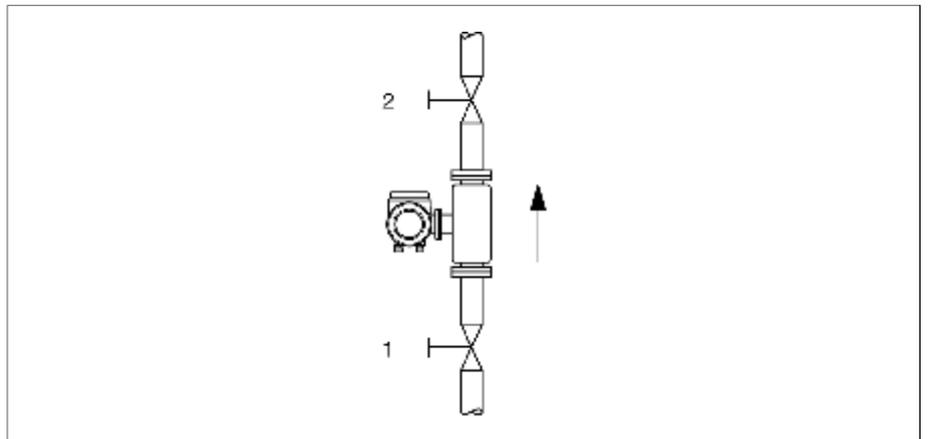

图17：零点校正与截止阀
- 做零点校正时，测量管必须被充满并且流速为0($v=0\text{m/s}$)，可通过左、右传感器前后安装截止阀或利用现有的阀门来满足此要求（见图17）